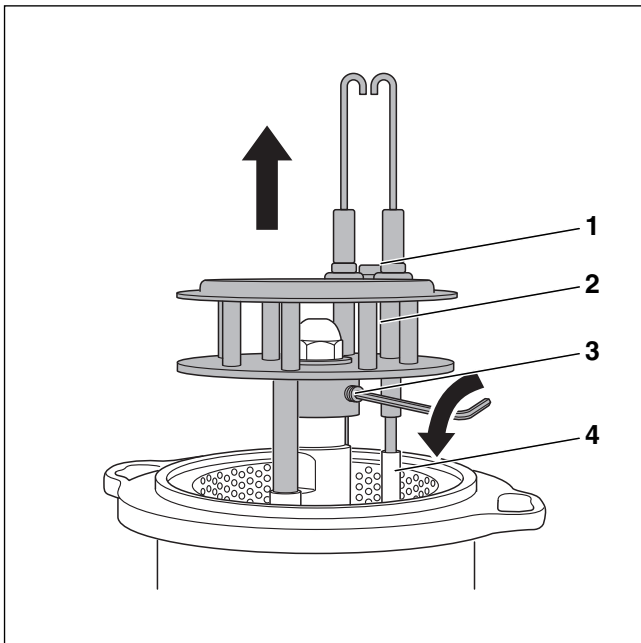

Bild 46 Mischsystem demontieren
- ▶ Schraube (→ Bild 46, [1], Seite 26) zwischen den Zündelektroden lösen.
- ▶ Zündleitungen (→ Bild 46, [4], Seite 26) abziehen.
- ▶ Gewindestift (→ Bild 46, [3]) lösen und Mischsystem (→ Bild 46, [2]) demontieren.
- ▶ Mischsystem (→ Bild 46, [2]) nach oben abziehen.